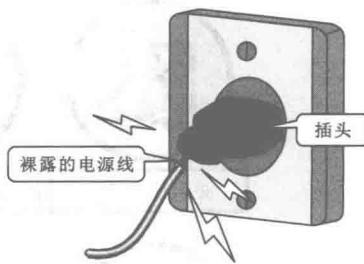

图 1-11 插头电源线裸露
(4) 不准在设备运转过程中拆卸或修理电气设备，必须按照以下要求方可进行拆卸操作。
① 停机并切断设备电源；② 验明无电，并在开关把手上悬挂“有人工作、禁止合闸”的警告牌。
(5) 如果作业的环境存有大量积水，应先将切断环境设备的电力供应，然后将水淘净，再进行作业。
(6) 如发现电气设备或线路有裸露情况，应先对裸露部位缠绕绝缘带或装设罩盖。如按钮盒、闸刀开关罩盖、插头、插座及熔断器等有破损而使带电部分外露时，应及时更换，且不可继续使用。图 1-11 所示为插头电源线裸露的现象。
(7) 安装电气设备的外露可导电部分如果无法安装罩盖，则必须可靠地与地网 PE 线连接，零线与地线必须分开。接地线截面要符合标准，维修时应全面检查。
(8) 一定要确保检测设备周围的环境干燥、整洁，如果杂物太多，要及时清除，方可检修，以避免火灾事故的发生。